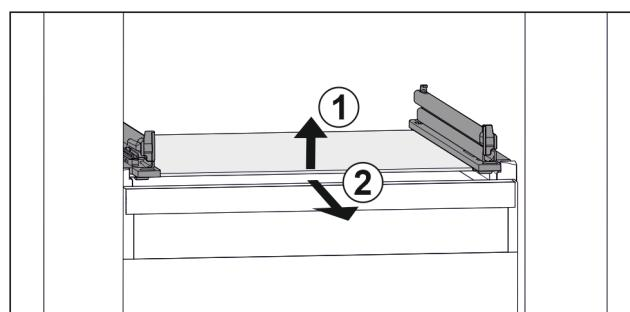

Fig. 155 Príklad zobrazenia sklenej dosky
- ▶ Nadvihnite sklenenú dosku vpred. Fig. 155 (1)
- ▶ Odoberte sklenenú dosku dopredu. Fig. 155 (2)